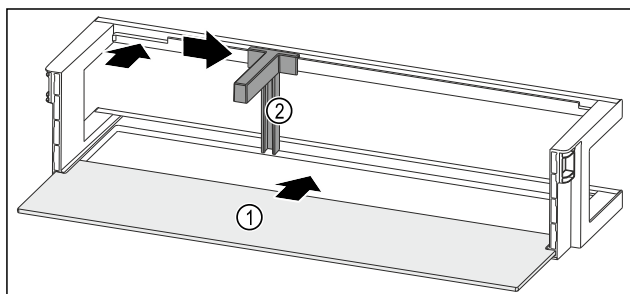

Fig. 129 Dveřní přihrádka s odkládací plochou
- Odkládací plochu Fig. 129 (1) zasuňte do bočních vybrání.
- Držák lahví Fig. 129 (2) vložte do vybrání.
- Držák lahví Fig. 129 (2) posuňte na stranu do požadované polohy.